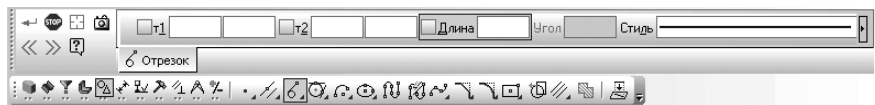

Рис. 2.66. Фрагмент главного окна системы:
- удерживая нажатой левую кнопку мыши, переместите указатель мыши на кнопку под названием **Касательный отрезок через внешнюю точку** и отпустите ее. На месте кнопки **Отрезок** появится кнопка – **Касательный отрезок через внешнюю точку**. Одновременно появится **Панель свойств: Касательный отрезок через внешнюю точку** (рис. 2.66).